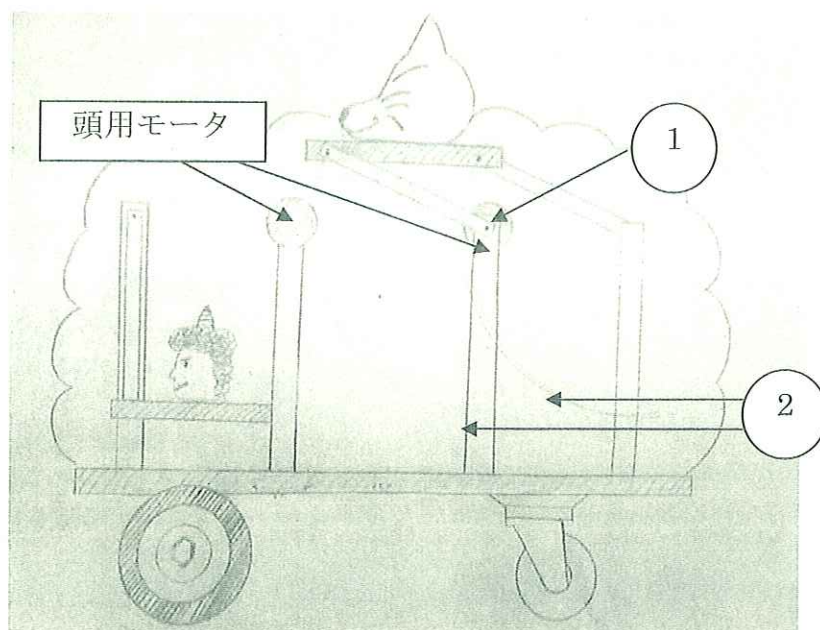

図7．頭を入れ替える機構
頭を入れ替えるための機構を図7に示す。①の軸と頭用モータを接続し、モータを回転させることによって頭を支えている①の軸の点は②のような軌跡を描く。こうすることで、頭の乗っている台を持ち下げて、本体に収納し、収納されていた別の頭を乗せた台を上持ち上げることで頭の入替えを行う。